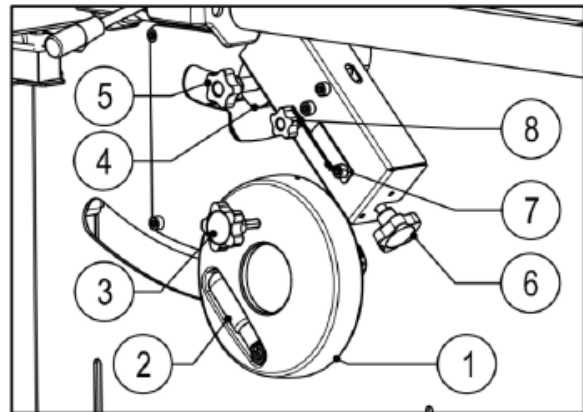

Bild. 12B
Den önskade sågvinkeln kan ställas in med handhjulet (1) och handtaget (2) (Fig 12B). Vinkeln i inställningen kan läsas på klockan (4) i handratten. Ritsklingans vinkel justeras automatiskt efter vinkelinställningen på huvudklingan. Sågenheten kan justeras till vinklar mellan 45° och 90°. Mekaniska stopp har justerats från fabrik till slut poäng.
Lutningen på huvud klingan kan göras med hjälp av tryckknappar. (6) Lutningen på sågenheten visualiseras på indikatorn eller på den digitala skärmen (9) för maskiner utrustade med detta. Ritsklingan lutar automatiskt enligt klingan. Sågenheten kan vara lutande i vinklar på 45° och 90° och vid dessa två punkter finns det mekaniska stopp som tillhandahålls av fabrik. **Inriktning av Ritsklingan enligt sågklingan (Bild. 12B, 15, 16)**